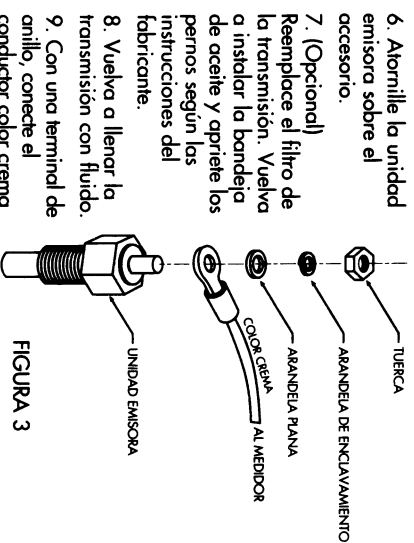

FIGURA 3
9. Con una terminal de anillo, conecte el conductor color crema del indicador a la unidad emisora. Figura 3.